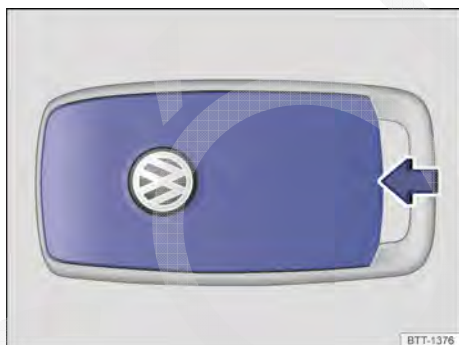

Fig. 139 Aquecimento estacionário: cobertura da bateria do controle remoto.
- Inserir um objeto apropriado, por exemplo, uma chave de fenda, na direção da seta → Fig. 139 no entalhe lateral.